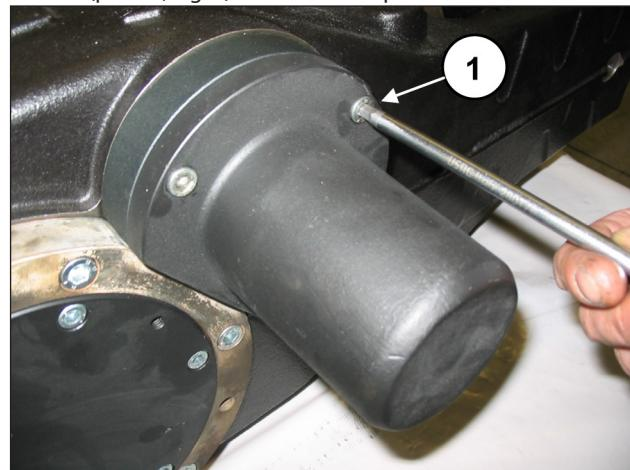

Fig. 8
Desaperte os parafusos de fixação da tampa da extremidade do eixo (pos. ①, Fig. 8) e extraia a tampa do eixo PTO.